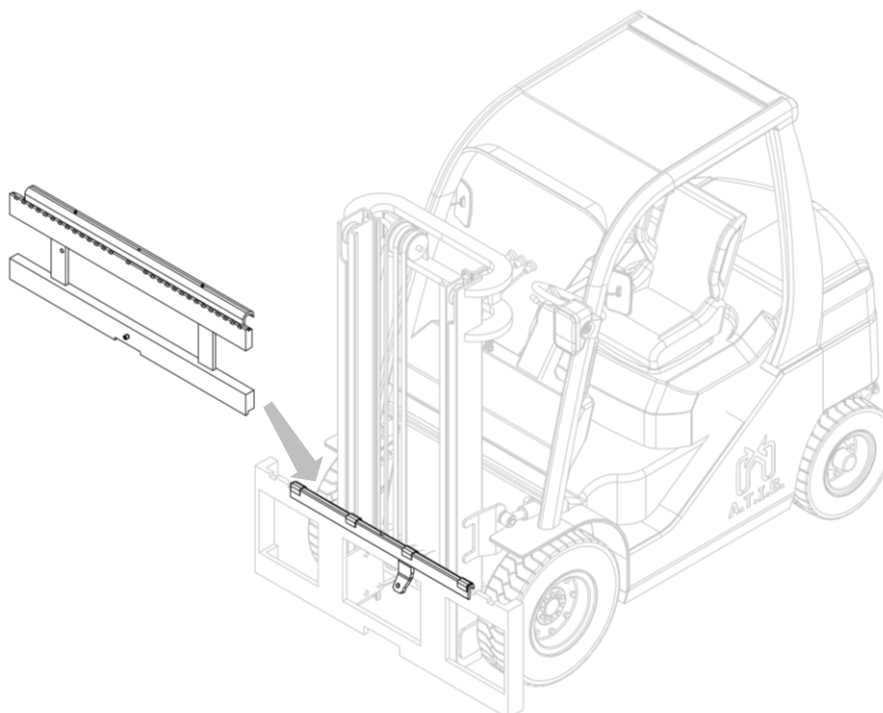

Figura 14
8. Agganciare quindi l'attrezzatura con un carropono o un paranco di portata sufficiente e posizionarla sul doppio gancio, avendo cura di posizionarla in modo corretto (*Figura 14*).